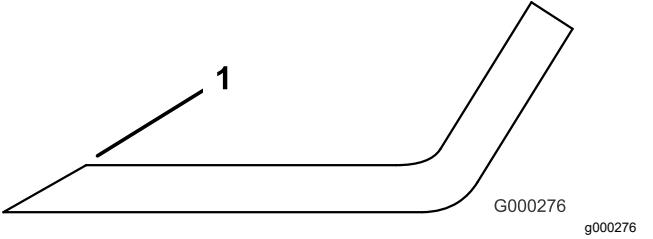

Bild 132
3. Prüfen Sie die Schnittkanten aller Messer und schärfen die Kanten, wenn sie stumpf sind oder Kerben haben (Bild 132).
**Hinweis:** Schärfen Sie nur die Oberseite der Schnittkante und behalten Sie den ursprünglichen Schnittwinkel bei, um die Schärfe des Messers zu gewährleisten (Bild 132). Das Schnittmesser bleibt ausgewuchtet, wenn von beiden Schnittkanten die gleiche Materialmenge entfernt wird.